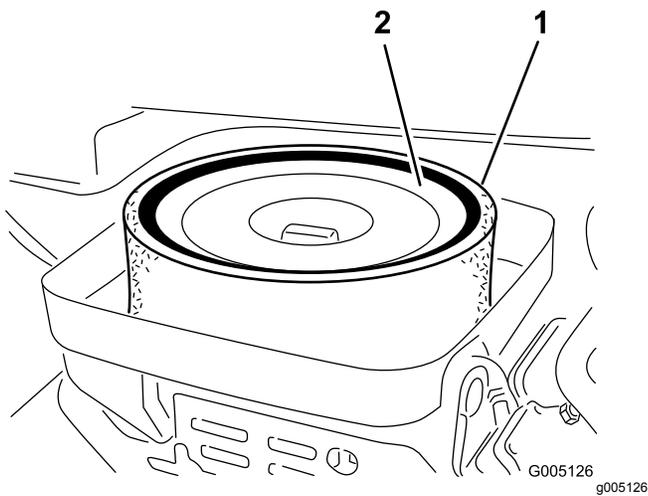

図 25
3. エレメントをエアクリーナに固定している蝶ナットを外す 図 25。
4. スポンジ 図 25 を点検し、汚れていればペーパーエレメントから外す。以下の要領で丁寧に清掃してください